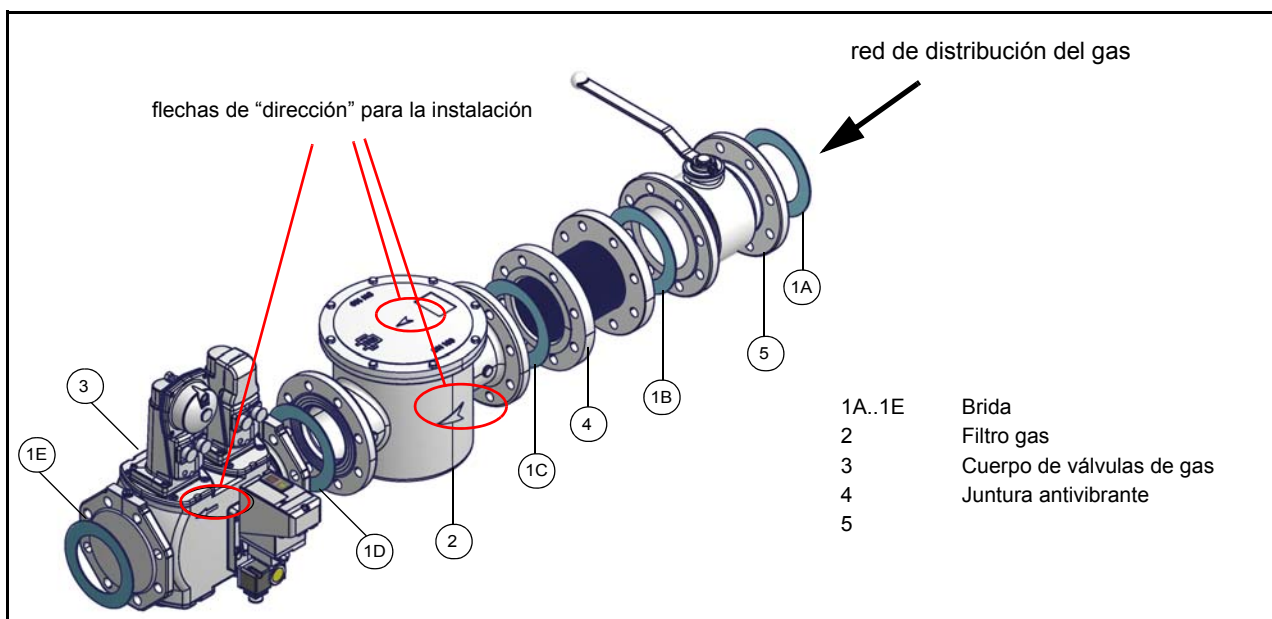

Fig. 3 - Ejemplo de rampa gas
- 1-b) en el caso de juntas embridadas: interponer entre un miembro y el otro, una junta (n. 1A..1E - Fig. 3), compatible con el gas utilizado,